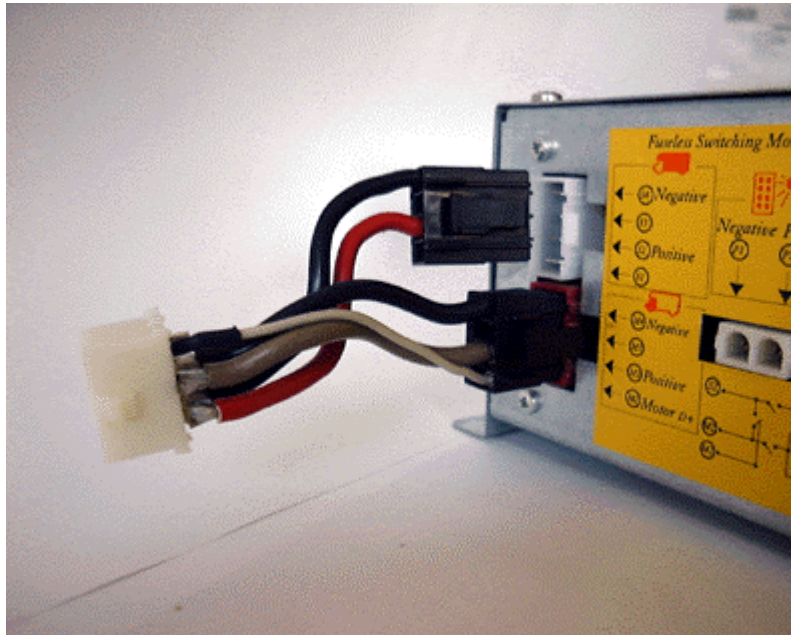

Figura 3 "Inserzione dell'adattatore nel Mod. AL310X"
- Figura 3 "Inserzione dell'adattatore nel Mod. AL310X"